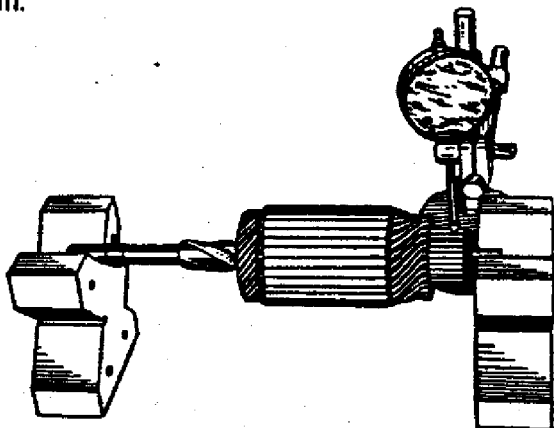

Fig. 7-15. Verificação da oscilação do coletor
2. Soltar o parafuso de fixação do suporte das escovas na tampa 10, pelo lado do coletor, e remover o suporte da escovas 9 com a junta. Soltar as conexões das escovas e remover as escovas (fig. 7-15).
Fig. 7-15. Componentes do motor de partida: 1 - tampa do motor de partida - flange de fixação; 2 - tampão de borracha; 3 - alavanca de acionamento; 4 - solenóide; 5 - sapata polar do estator; 6 - enrolamento em série do estator; 7 - rolamento de derivação do estator; 8 - passamuro de borracha; 9 - suporte do porta-escovas; 10 - tampa do coletor; 11 - escova; 12 - mola da escova; 13 - disco de frenagem da tampa; 14 - carcaça; 15 - prisioneiro de fixação; 16 - induzido; 17 - limitador de curso do pinhão; 18 - acoplamento da roda livre com pinhão de acionamento; 19 - arruela de encosto; 20 - arruela de ajuste.
Examinar a superfície de trabalho do coletor e verificar sua oscilação com relação à árvore do induzido, apoiando suas extremidades sobre prismas e medindo com um micrômetro de dial (fig. 7-15). Se a superfície está suja ou queimada, limpá-la com uma lixa de granulação fina. No caso de danos maiores, ou se a oscilação do coletor for maior do que 0,06 mm, o coletor deverá ser retificado, removendo-se a menor quantidade possível de material. O diâmetro mínimo do coletor, após a retifica, não deverá ser inferior a 36 mm.